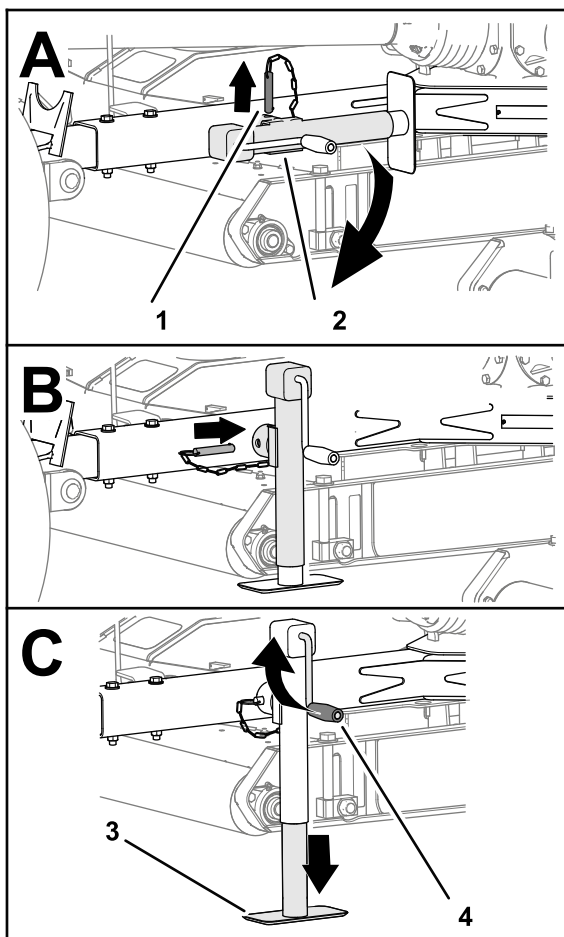

Figura 23
- Rimuovete il perno e ruotate in verticale il martinetto della barra di traino (Figura 23).
4. Allineate il foro nella barra di traino con il foro nel martinetto (Figura 23).
5. Inserite il perno attraverso i fori nella barra di traino e nel martinetto (Figura 23).
2. Ruotate la stegola del martinetto per sollevare completamente il cuscinetto del martinetto; fate riferimento alla Figura 23 in Utilizzo del martinetto della barra di traino \(pagina 17\).